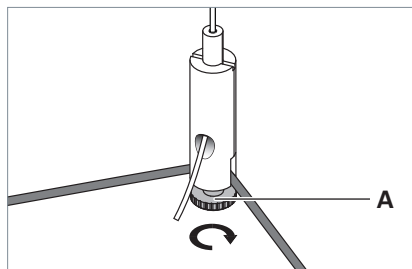

Fig. 19: Allineamento dell'apparecchio.
- ▶ Per allineare l'apparecchio d'illuminazione, allentare la vite **A** sul fermacavo, vedi Fig. 19.